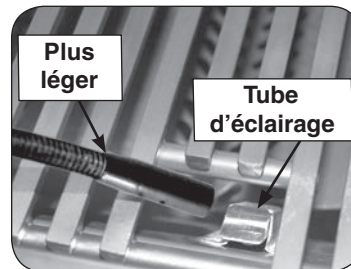
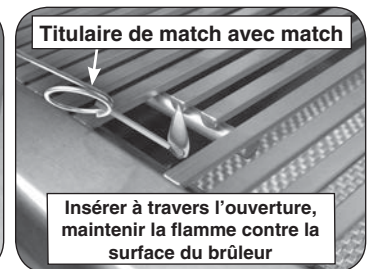

Fig. 28-2 Éclairage manuel via un tube d'éclairage
Fig. 28-3 Eclairage manuel via porte allumette
2. Passez un allumeur brûlant de butane de long-baril ou une allumette brûlante de long-tige dans la grille à cuire s'ouvrant au dessus du tube d'éclairage. (Fig. 28-2). Pour les brûleurs de dos ou les brûleurs infrarouges, maintenez la flamme contre la surface du brûleur de brûleurs arrière / infrarouge. Pour les brûleurs à charbon, maintenez la flamme près du brûleur. Les grils équipés d'un brûleur infrarouge comprennent un porte-allumette à rallonge métallique (fixé au plateau d'égouttage) pour faciliter l'éclairage manuel (Fig. 28-3).
4. Si le brûleur ne se allume pas dans les cinq (5) secondes de tourner le bouton de commande, enfoncez immédiatement le bouton et tournez la valve à AU LOIN. ATTENDEZ CINQ (5) MINUTES avant de répéter les étapes 2 à 4 des instructions manuelles d'éclairage.